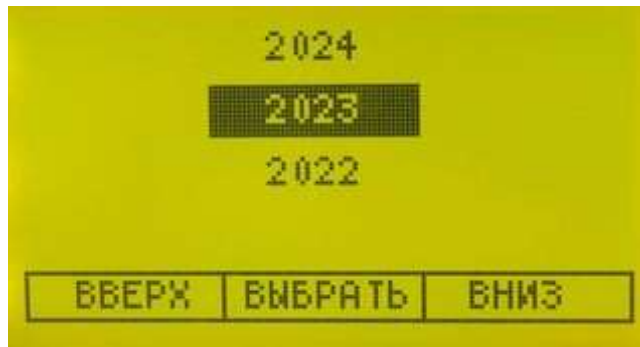

Рисунок 19 — Структура хранения записей - годы
- Годы – каталоги, название которых соответствует числовому обозначению года проведения измерения (рисунок 19), в них хранятся каталоги следующего уровня - месяцы;